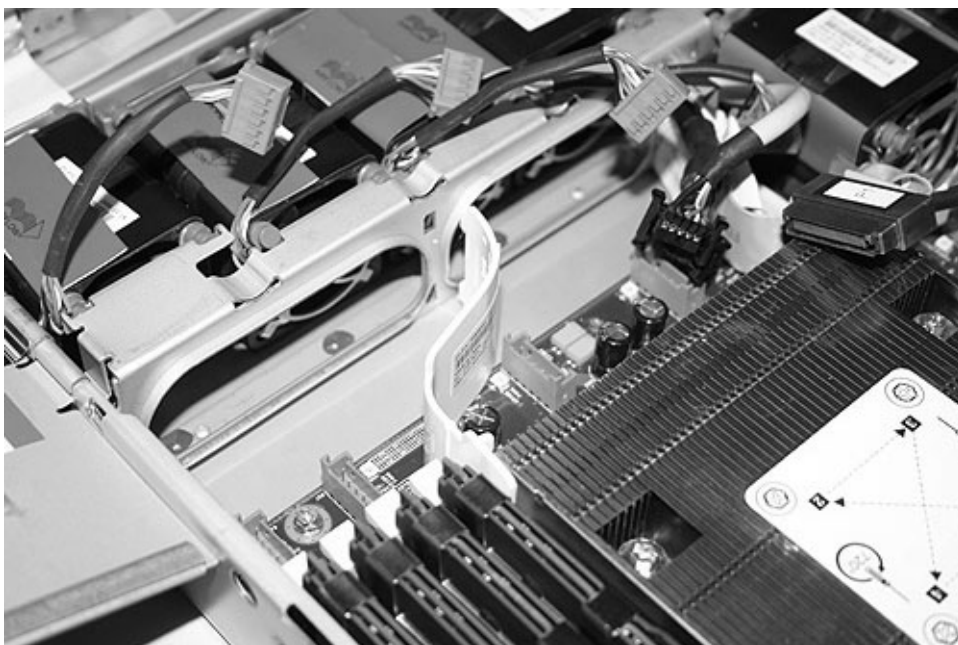

図 215. SAN ボリューム・コントローラー 2145-8G4 システム・ボード上の右側エア・バッフル
9. 右側エア・バッフルを再取り付けします (図 215 を参照)。